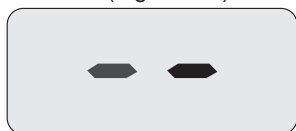
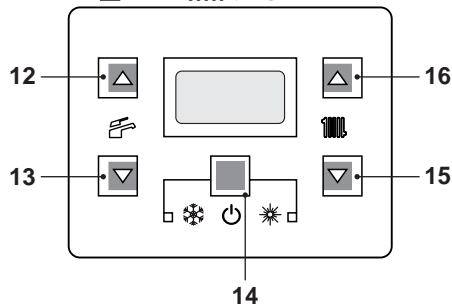

Figura 6.5
Figura 6.6
- Alimentare elettricamente la caldaia azionando l'interruttore bipolare previsto in installazione. Il display LCD visualizza il simbolo   (Figura 6.5).
- Tenere premuto per 2 secondi il tasto 14 fino a far apparire sul display entrambe i simboli  e  (Figura 6.6).
- Spegnerne la caldaia tenendo premuto per 2 secondi il tasto 14 (Figura 6.6) fino a far apparire sul display LCD il simbolo   (Figura 6.5).